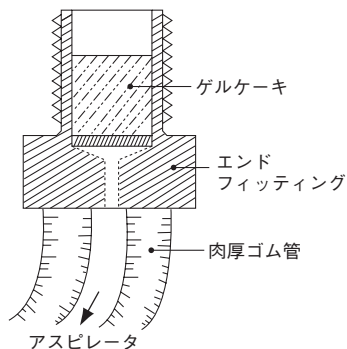

図5 充てん法
3. エンドフィッティングにトップオフゲルスラリーを入れ、図5のようにアスピレーターを用いてゲルケーキを作ります。